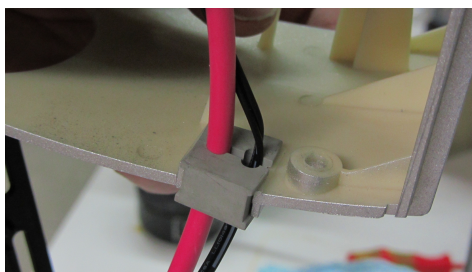

Abb. 18: LAN-Kabel in Kabeltülle
6. LAN-Kabel durch das Gehäuse führen (siehe Abbildung 17) und in eine freie Aussparung der Kabeltülle drücken (siehe Abbildung 18). Auf genügend Kabellänge zum Auf- und Absetzen der Abdeckhaube achten.